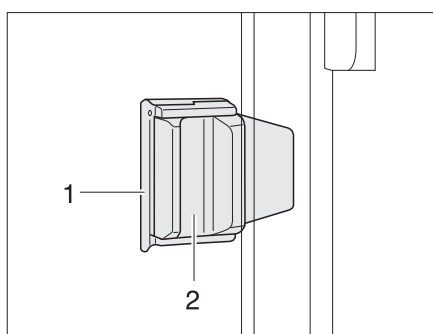

Fig. 64 Finestra scorrevole con bloccaggio scorrevole
- Estrarre il bloccaggio (Fig. 64,1).
- Premere la maniglia (Fig. 64,2) e spingerla contemporaneamente in avanti o indietro.